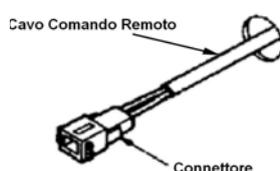

Fig. 2
3. Inserite il cavo del comando remoto in dotazione nel foro assicurandovi che il terminale con il connettore sia il più vicino possibile al comando remoto (Fig.2)